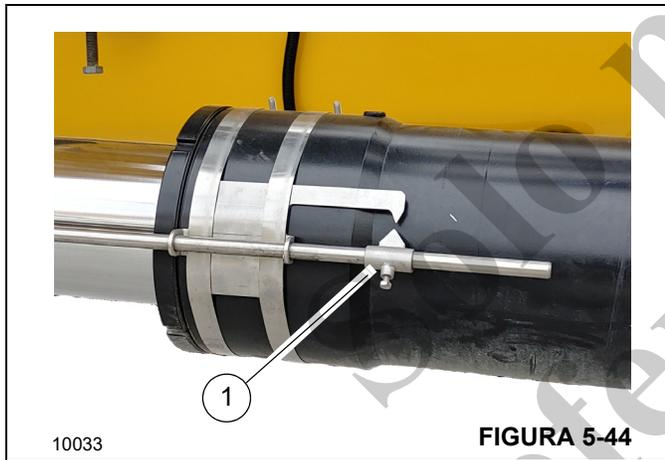

FIGURA 5-44
6. Si se monta una extensión de la pluma hidráulica opcional, asegúrese de que el indicador de ángulo (1, Figura 5-44) esté alineado. Si las flechas no están alineadas, ajuste el desplazamiento de la extensión de la pluma según sea necesario para alinearlas. Para más información, consulte *Ajuste de la compensación de la extensión de la pluma hidráulica (opcional)*, página 5-88.